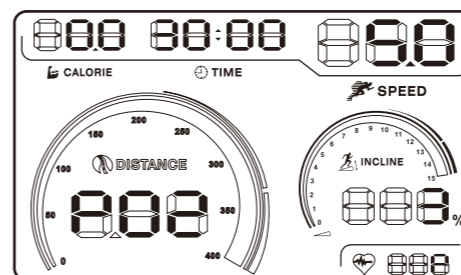

图32
- 我们为您在面板上设置了燃脂训练程式快捷键，跑步机处于待机状态下，按下此键，屏幕上的时间窗口闪烁，按SPEED（速度）的+（增加）/-（减少）键调整您的理想训练时间。（图32所示）。